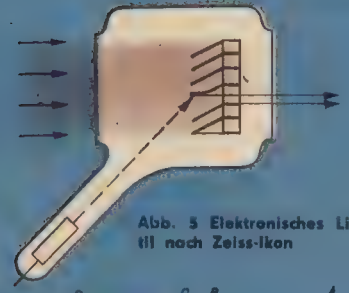

Abb. 5 Elektronisches Lichtventil nach Zeiss-Ikon
Steuerung der Bildsignale mit einem Lichtventil. Allerdings muß gleich vorausgeschickt werden, daß man gegenwärtig leider noch kein solches ideales Lichtventil gefunden hat. Unter einem Lichtventil versteht man eine mit einem Elektronenstrahl arbeitende Einrichtung, die den Lichtstrom der Bogenlampe im Rhythmus der Fernsehsignale zu steuern vermag. Derartige Fernsehprojektoren könnten in den Vorführräumen der Filmtheater aufgestellt werden. Ein solches elektronisches Lichtventil könnte beispielsweise aus einer Vakuumröhre bestehen, in der außer dem Elektronenstrahlensystem ein Raster aus einer großen Anzahl kleiner, durch Zwischenräume getrennter Kämme mit beweglichen Zungen eingebaut ist (Abb. 5). Gelingt es, die Zungen unter dem Einfluß des Elektronenstrahles zu bewegen, dann ließe sich der auffallende Lichtstrom örtlich steuern. Das Zungenraster würde die Lichtquelle wie ein Diapositiv abschatten. Ein Fernsehprojektor mit elektronischem Lichtventil entspräche also in seiner technischen Gestaltung etwa einem Dia-Projektor, wie er zur Wiedergabe von normalen Glas- oder Filmdias verwendet wird.
Hinsichtlich der praktischen Verwirklichung dieser Idee ist es sicherlich von Interesse, daß es bereits im Jahre 1938 im Laboratorium von Zeiss-Ikon gelang, ein Lichtventil entsprechend Abb. 5 für einen Demonstrationsversuch herzustellen. Diese Lichtventilröhre enthielt ein Zungenraster aus Bimetallstreifen, die mittels Glasplatten voneinander getrennt waren. Durch den Elektronenstrahl wurden die Bimetallzungen erwärmt, wodurch sie sich infolge der verschiedenen Wärmeausdehnungen ihrer Bestandteile mehr oder weniger stark krümmten. Nur an den Stellen, wo eine Zunge vom Elektronenstrahl getroffen wurde, trat Lichtdurchlässigkeit ein, während sich andere zuvor erwärmte Zungen wieder abkühlten und in ihre alte Lage zurückgingen. Der praktischen Anwendung stand weniger die Trägheit des Wärmeverganges entgegen — die Abklingzeit für einen Bildpunkt betrug nur den Bruchteil einer Sekunde — als vielmehr die Schwierigkeit der Anfertigung genügend feiner Raster. An anderer Stelle wurde versucht, winzige Plättchen aus Graphit, die in Öl aufgeschlämmt waren, durch Elektronenbestrahlung auszurichten und die Flüssigkeit dadurch lichtdurchlässig zu machen. Auch dieses Lichtventil genügte nicht den Anforderungen des Fernsehens. Gleichfalls ohne praktischen Erfolg blieben bisher Versuche, die darauf abzielten, gewisse elektrooptische Eigenschaften von
Vor einigen Jahren wurde dann von den beiden Schweizer Technikern Fischer und Thiemann ein für Fernseh Zwecke interessantes brauchbares Lichtsteuerungsverfahren entwickelt. „Eidophor“ ist ein griechisches Wort und heißt zu deutsch „Bildträger“. Man versteht hierunter denjenigen Teil des Lichtventils, der die Lichtsteuerung bewirkt und etwa dem Zungenraster in Abb. 4 entspricht. Beim Eidophorverfahren wird als Bildträger eine zähe Flüssigkeit verwendet, die naturgemäß horizontal ausgebreitet sein muß. Der inzwischen verstorbene Prof. Fischer entdeckte nämlich, daß sich auf einer Flüssigkeitsoberfläche durch Bestrahlung mit einem feinen Elektronenstrahl eine Vertiefung bildet. Diese Vertiefung wirkt auf einfallendes gerichtetes Licht ablenkend und zerstreuernd. Sorgt man nun dafür, daß das nicht abgelenkte Licht am Verlassen der Apparatur gehindert wird, so erhält man ein geradezu ideales Lichtventil (Abb. 5). Auf dem Boden einer dosenförmigen Elektronenstrahlröhre befindet sich die zähe Flüssigkeit, in die der aus dem seitlichen Arm der Röhre austretende Elektronenstrahl die erwähnte Vertiefung eindrückt. Von unten nach oben wird die Flüssigkeit von gerichtetem Licht durchflutet. Das Licht passiert der Reihe nach ein erstes Spaltsystem (A), eine Optik (B), die Flüssigkeit (C) und ein zweites Spaltsystem (D). Die konstruktive Gestaltung gewährleistet nun, daß das Licht bei ebener Flüssigkeitsoberfläche das zweite Spaltsystem nicht verlassen kann, weil die Abbildungsoptik die Lücken des ersten Spaltsystems gerade auf die Stege des zweiten Spaltsystems abbildet. Nur an der Stelle, wo sich auf der Flüssigkeit die Vertiefung befindet, wird das Licht abgelenkt, so daß es durch die Lücken des oberen Spaltsystems hindurchtreten kann. Dieses Streulicht wird dazu benützt, die Flüssigkeitsoberfläche mit Hilfe eines Umlenkspiegels und eines Objektivs auf die Projektionswand abzubilden (Abb. 7). Bewegt sich der Elektronenstrahl, so bewegt sich die Vertiefung mit, d. h., nacheinander können alle Punkte der Flüssigkeitsoberfläche nach Maßgabe der Strahlstromstärke lichtablenkend wirken. Die Zähigkeit der Flüssigkeit ist dabei so gewählt, daß sich die durch den Strahl bewirkten Vertiefungen nach etwa  $\frac{1}{25}$  s wieder glätten. Damit stellt die Flüssigkeit tatsächlich einen Bildträger dar, ein Eidophor, der das Licht, so wie es das Fernsehbild vorschreibt, durch die Lücken des oberen Spaltsystems hindurchtreten läßt und auf diese Weise eine Projektion des Fernsehbildes ermöglicht. Um ein wirklich einwandfreies Bild zu erhalten, sind noch eine Anzahl technischer Kunstkniffe notwendig. Der Elektronenstrahl muß z. B. in rascher Folge unterbrochen werden, die Flüssigkeit muß rotieren und nach der Projektion durch einen Ab-